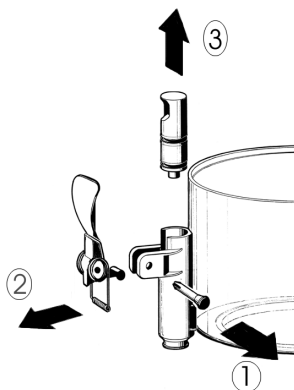

figura 1
- 3 Disassemblare il rubinetto con la sequenza indicata (vedere figura 1).
**3** Riasssemblare il rubinetto sul contenitore con sequenza inversa rispetto a quanto fatto per lo smontaggio (vedere figura 1).